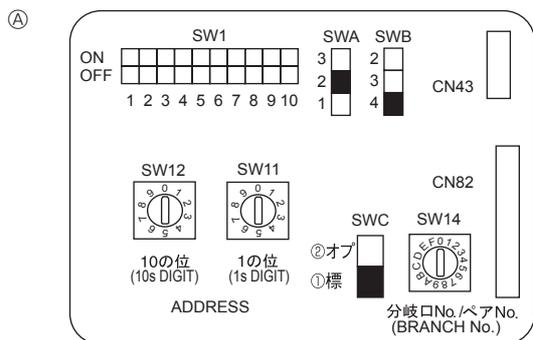

Fig. 5-4
5.5. Configuration des adresses (Fig. 5-4)
- ① Comment définir les adresses
- ② Comment définir les numéros des ramifications SW14
5.6. Réglage du commutateur pour haut plafond ou en cas de modification du nombre de sorties d'air (Fig. 5-4)
①	Standard	③
④	4 directions	2,5 m	2,7 m	3,5 m
③	3 directions	2,7 m	3,0 m	3,5 m
②	2 directions	3,0 m	3,3 m	3,5 m
5.7. Détection de la température ambiante à l'aide du capteur intégré de la commande à distance (Fig. 5-4)